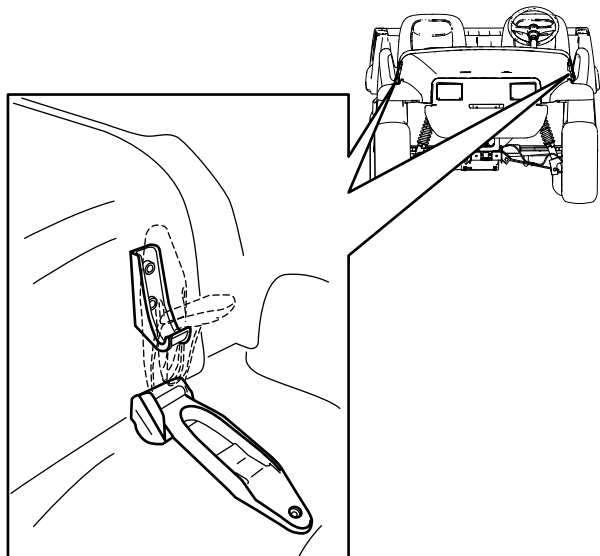

Figura 22
1. Sollevate l'impugnatura dei fermi in gomma su ciascun lato del cofano (Figura 22).
2. Fissate il cofano allineando i fermi in gomma sugli ancoraggi dei fermi su ciascun lato del cofano (Figura 22).